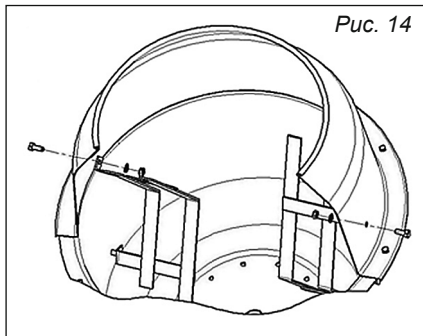

Рис. 14
6.8. Крепление лопаток к верхней половине бака, рис. 14